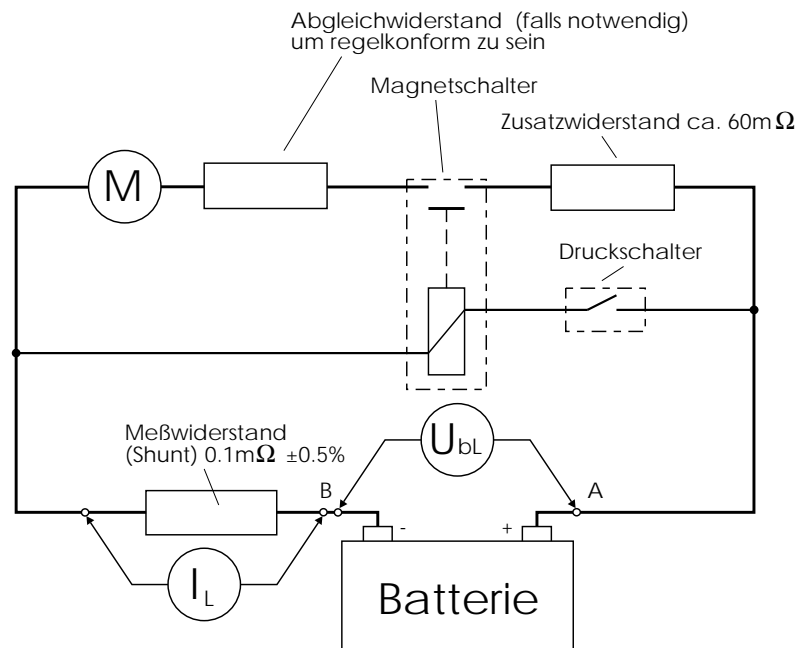

Abbildung 1 Prüfung bei niedrigem Strom - Anordnung mit Magnetschalter
- Prüfung H bei hohem Strom (siehe Abb. 1)